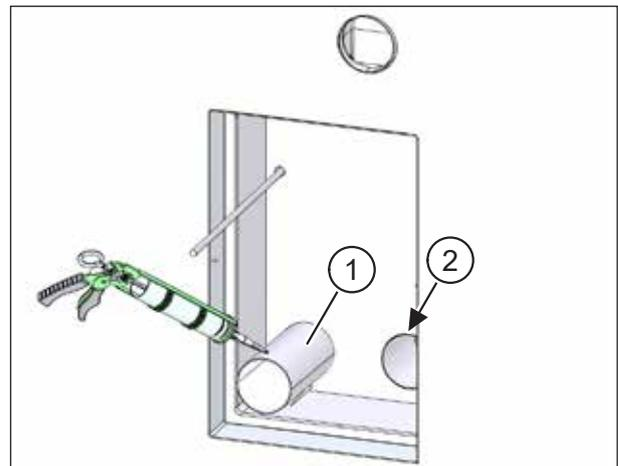

Abb. 71: Lüftungsrohre einsetzen und fixieren
- ▶ Tragen Sie dauerelastischen Dichtstoff auf die äußere Hülle der Lüftungsrohre (Pos. 1 in Abb. 71) auf.
- ▶ Schieben Sie beide Lüftungsrohre mit Drehbewegungen soweit in die Öffnungen des Montagesets ein, dass sie bündig mit der Innenseite des Montagesets abschließen (Pos. 2 in Abb. 71).